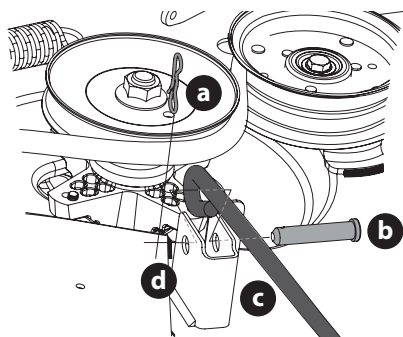

Fig. 45
- b. Retirez la troisième goupille papillon (a) de l'axe de chape (b) qui fixe la tige de commande du plateau avant (c) au support de levage du plateau avant (d). Retirez l'axe de chape (b) (Fig. 45 à la page 107).